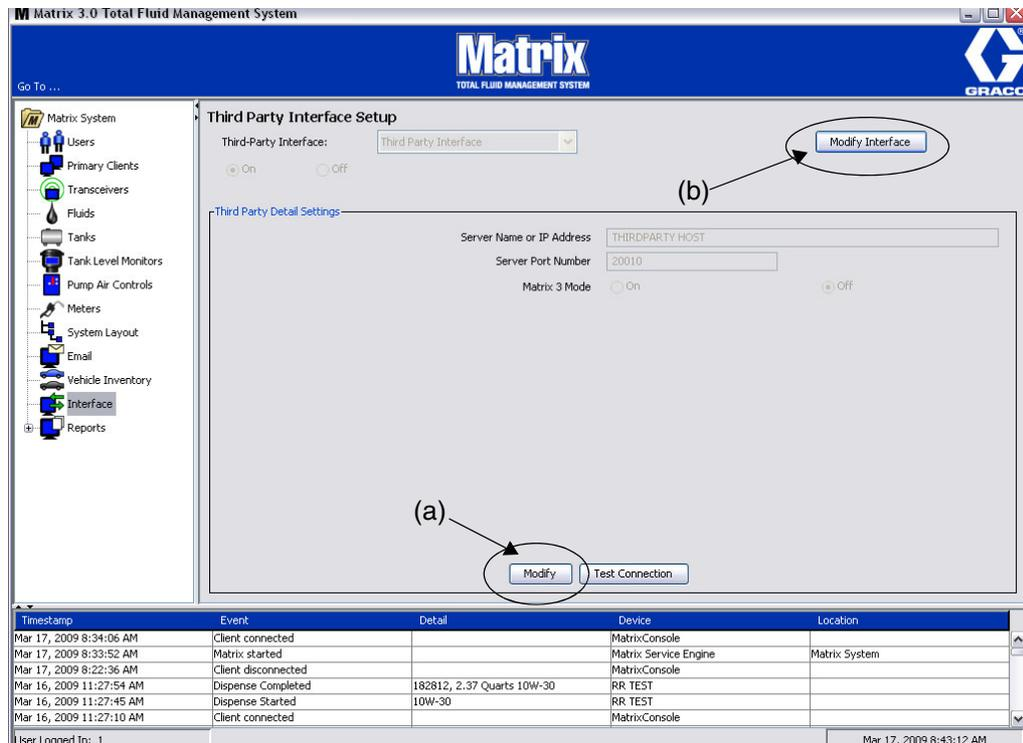
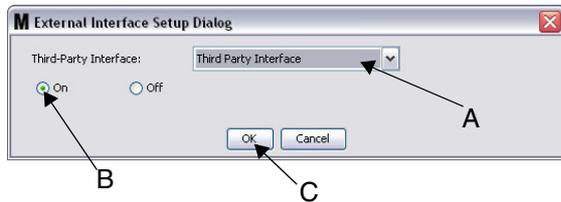

ABB. 162
ABB. 164 Einrichtungsdialog für externe Schnittstelle
1. Klicken Sie auf die Schaltfläche **Ändern** (a) (ABB. 162, Seite 121), um das Dialogfenster „Einrichten einer externen Schnittstelle“ aufzurufen.
1. Klicken Sie auf die Schaltfläche **Schnittstelle ändern** (b) (ABB. 162). Das Dialogfenster „Einrichten einer externen Schnittstelle“ aus ABB. 164 wird aufgerufen. Dieses Dialogfenster dient dazu, die von Ihnen genutzte Fremdschnittstelle anzugeben.
2. Wählen Sie die Fremdschnittstelle aus dem Dropdown-Menü (A - ABB. 164) aus.
3. Klicken Sie auf **„EIN“** (B - ABB. 164). „Fremdschnittstelle“ ermöglicht es Matrix, die Fremdschnittstelle zu benutzen.
4. Klicken Sie auf **OK** (C - ABB. 164), um das Fenster zu schließen und Ihre Auswahl zu bestätigen.